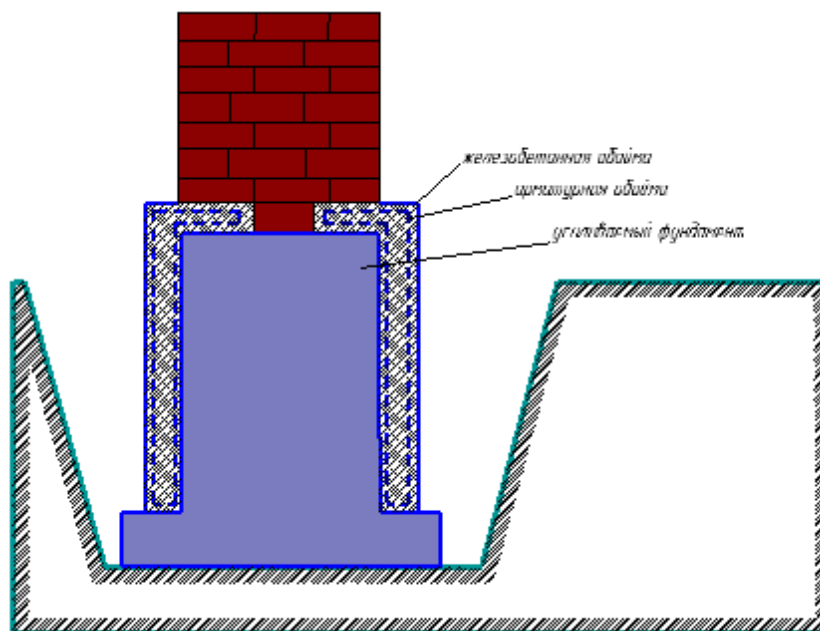

Рисунок 1 – Схема укрепления фундамента
1) Первой ошибкой Джека было неправильная закладка фундамента. Его следовало закладывать по отдельности под каждый элемент, что бы при просадки грунта они перемещались параллельно и независимо друг от друга, при этом не возникало бы трещин в стенах собора. То есть, что бы стены ни шатались и не трескались необходимо укрепить фундамент (рис.1). По данной схеме проводим дополнительное армирование в железобетонной рубашке на стены основного фундамента с обеих сторон.